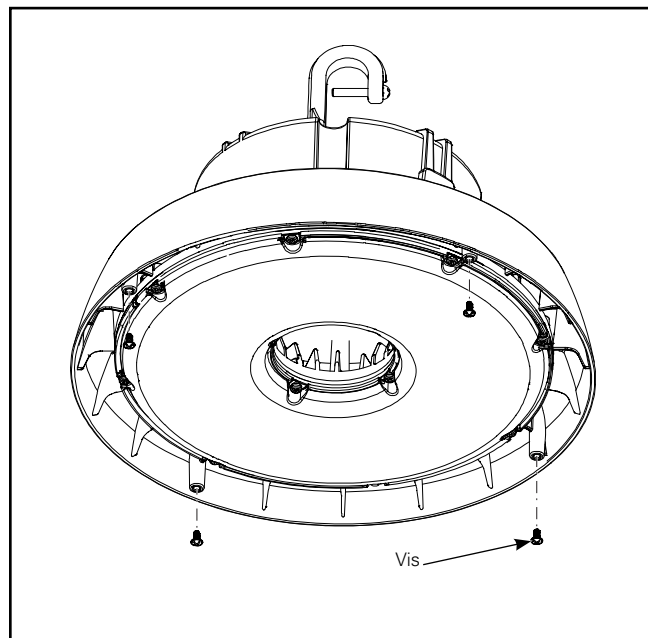

Figure 6.
2. Serrez les quatre (4) vis (Figure 6).